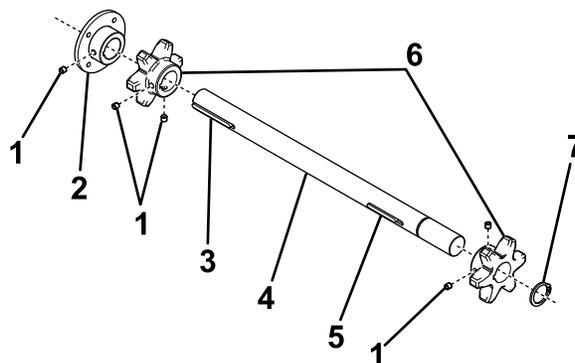

Bild 20
2. Setzen Sie die lange Passfeder in die offene Nut der Antriebswelle ein (Bild 20).
3. Setzen Sie die kurze Passfeder in die andere Nut der Antriebswelle ein (Bild 20).
4. Setzen Sie die Kettenräder auf beiden Enden der Antriebswelle auf und ziehen Sie diese mit einer Stellschraube handfest an (Bild 20).
5. Schieben Sie nun einen Sprengring auf die rechte Seite der Antriebswelle auf, bis dieser einrastet (Bild 20).
6. Schieben Sie die Kupplung (1¼") auf die linke Seite der Antriebswelle auf und sichern Sie diese mit einer Stellschraube (Bild 20).